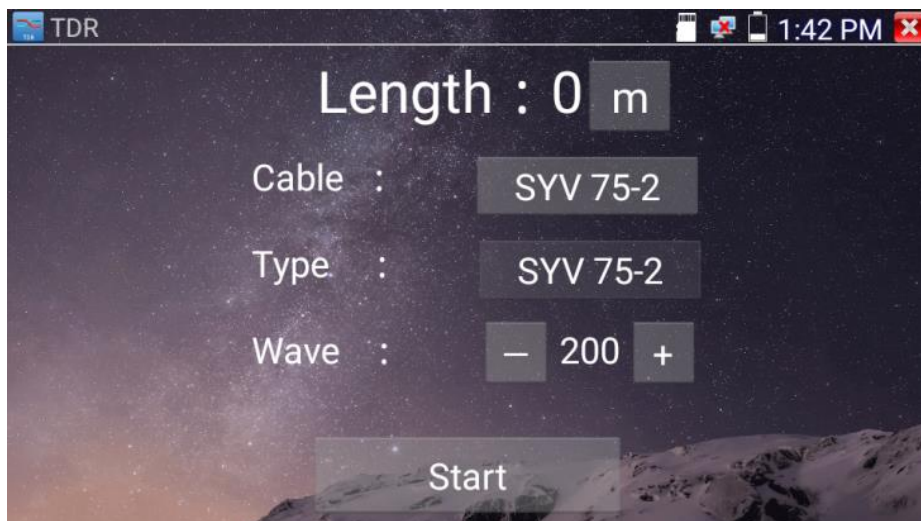

Рис. 108 Рефлектометр (TDR) для коаксиального кабеля, интерфейс
2.  Найдите на рабочем столе тестера ярлык приложения и запустите его, рис. 108.